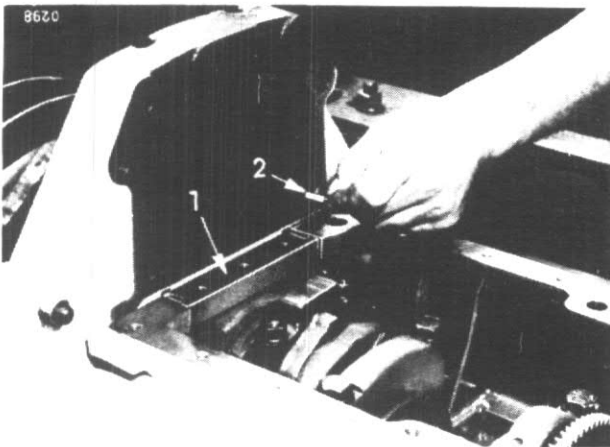

Figure 118
Remettez en place la barre support de joint (1) fig. 118 et insérez les deux bandes d'étanchéité (2) avec un liquide d'étanchéité. La barre support de joint doit être exactement en ligne avec le flasque du bloc-moteur. Vérifiez avec une règle avant de serrer les vis à tête et réalignez si nécessaire.